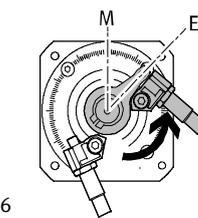

Fig. 16
- Skjut fram dämparfästet och dämparen (elastomerdämpare eller stötdämpare) mot anslagsarmen. Dämpningsslaget måste tryckas igenom tills hylsan för respektive dämpare ligger an mot anslagsarmen (Fig. 16). Håll vid behov emot på sexkanten.